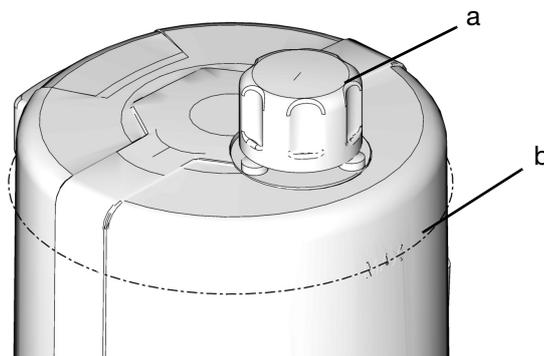

FIG. 31
- Non riempire eccessivamente (FIG. 31).